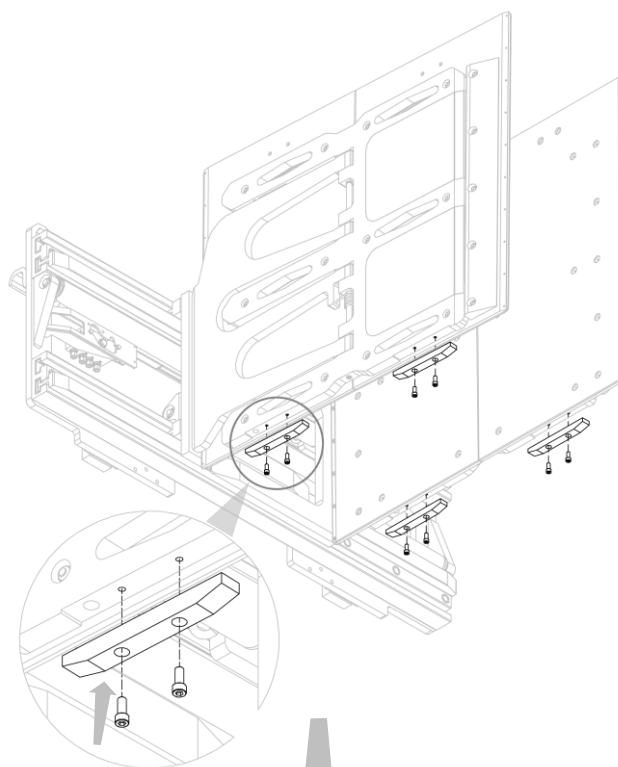
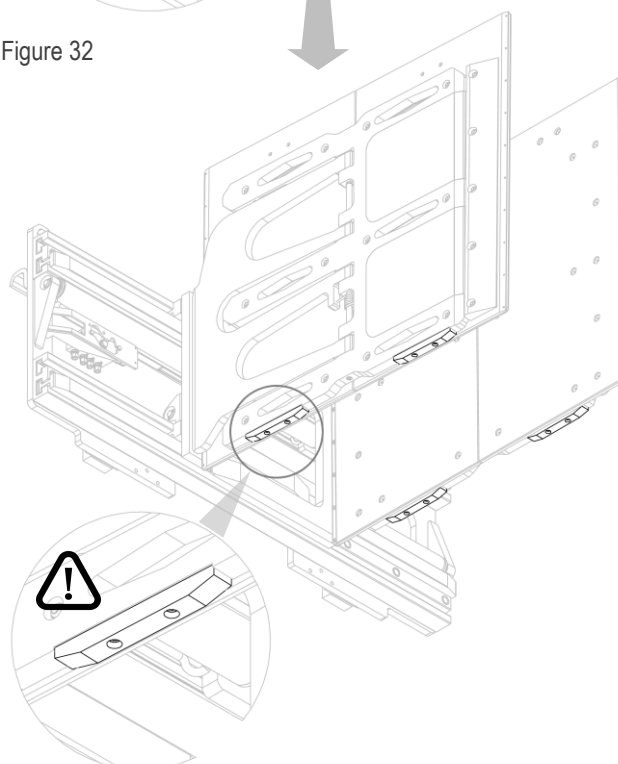

Figure 32
Figure 33
2. Monter les patins inférieurs anti-frottement en Ertalon en vissant les vis dans les trous appropriés (voir *Figure 32* et *Figure 33*).